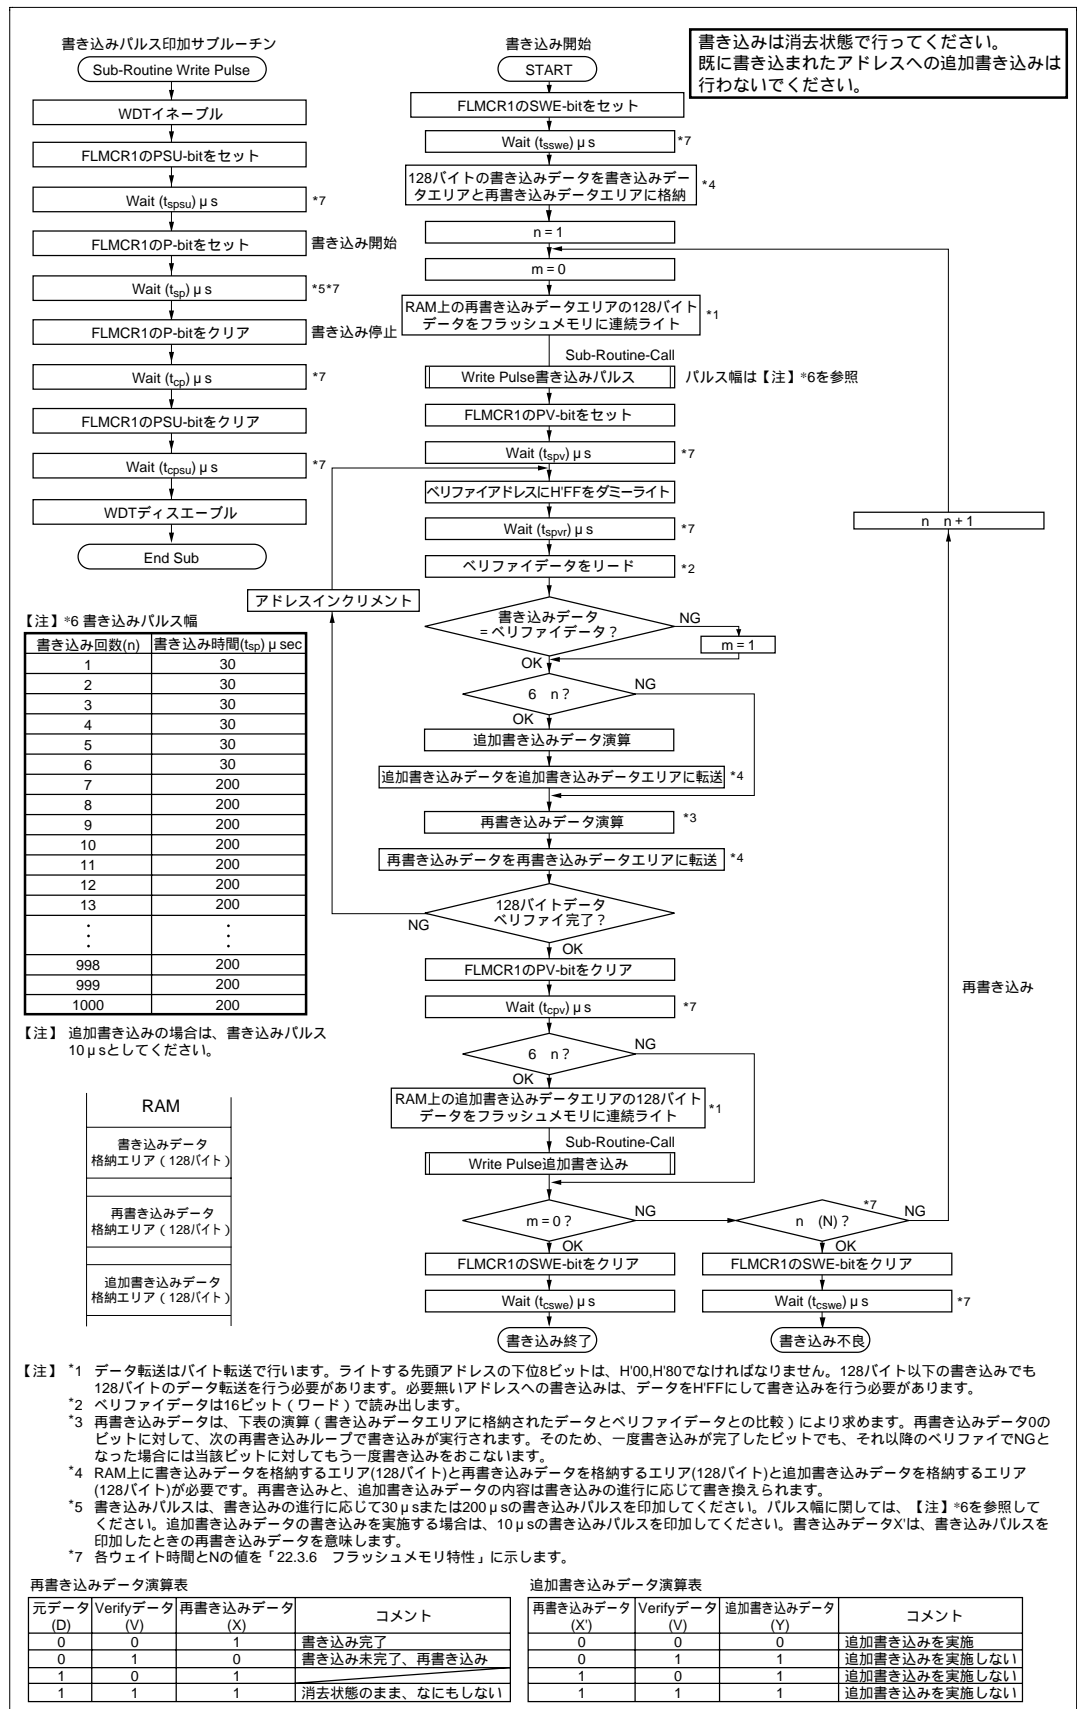

図 18.10 プログラム/プログラムベリファイフロー (128バイト書き込み)
フラッシュメモリへのデータ / プログラムの書き込みは、図 18.10 に示すプログラム / プログラムベリファイフローチャートにしたがって行ってください。このフローチャートに沿って書き込み動作を行えば、デバイスへの電圧ストレスやプログラムデータの信頼性を損なうことなく、フラッシュメモリへデータ / プログラムの書き込みを行うことができます。また、1 回の書き込みは、128 バイト単位で行ってください。
一定の書き込み時間経過後、FLMCR1 の P ビットをクリアします。その後 ( $t_{cp}$ )  $\mu s$  以上の時間が経過してから、PSU ビットをクリアすることでプログラムモードを解除します。プログラムモード解除の後には、ウォッチドッグタイマの設定も解除します。その後 FLMCR1 の PV ビットをセットすることで、動作モードはプログラムベリファイモードへ遷移します。プログラムベリファイモードでは、リードする前にリードするアドレスにデータ HFF をダミーライトしてください。ダミーライトは ( $t_{spv}$ )  $\mu s$  以上の時間が経過してから行ってください。この状態でフラッシュメモリをリード (ベリファイデータは 16 ビットで読み出す) するとラッチしたアドレスのデータが読み出されます。このリード動作は、ダミーライト後、( $t_{spvr}$ )  $\mu s$  以上おいてから行ってください。次に、書き込んだ元データとベリファイデータを比較し、再書き込みデータを演算(図 18.10 参照)し、RAM に転送します。128 バイト分のデータのベリファイが完了後、プログラムベリファイモードを解除し、( $t_{cpv}$ )  $\mu s$  以上の待機時間を置いて、FLMCR1 の SWE ビットをクリアしてください。再度書き込みが必要な場合は、再度プログラムモードに設定し、同様にプログラム/プログラムベリファイシーケンスを繰り返してください。プログラム/プログラムベリファイフローの繰り返しの最大値は、最大書き込み回数 (N) で表わされます。SWE 解除後、( $t_{cswe}$ )  $\mu s$  以上の待機時間を置いてください。
(6) 本 LSI のプログラム / プログラムベリファイのフローチャートを図 18.10 に示します。